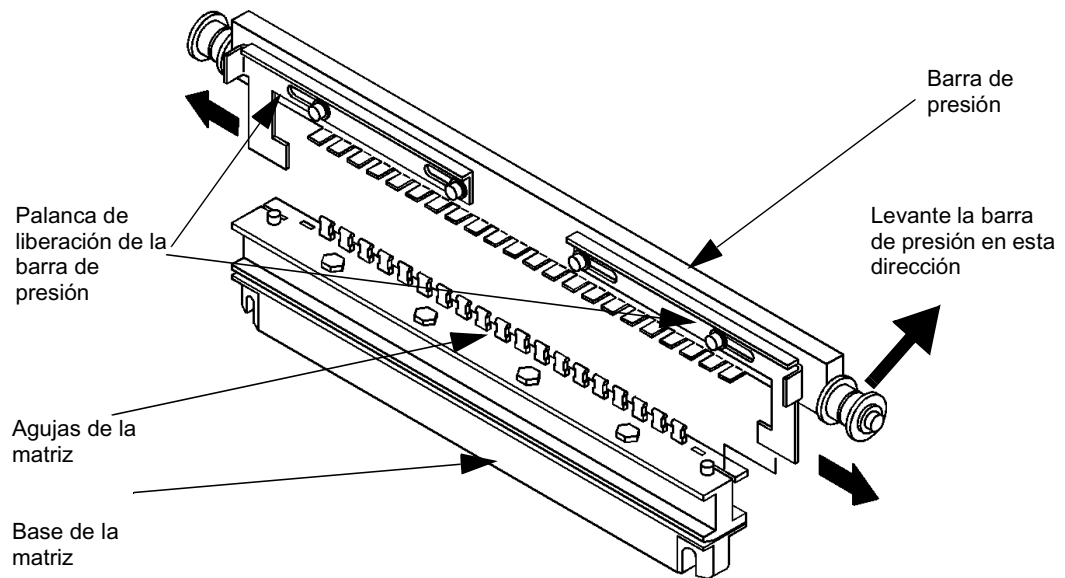

Figura 2-4: Acceso a las agujas de la matriz
- 1 Para retirar y colocar las agujas individuales de la matriz, deslice hacia un lado las palancas de liberación de la barra de presión y levante la barra de presión de la matriz, tal como se indica en la figura 2-4.